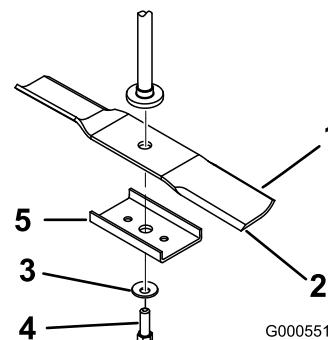

Figura 46
arandela curva, el refuerzo de la cuchilla y la cuchilla (Figura 46).
1. Instale la cuchilla en el eje (Figura 46).
- Instale el refuerzo de la cuchilla, la arandela curva (con la copa hacia la cuchilla) y el perno de la cuchilla (Figura 46).